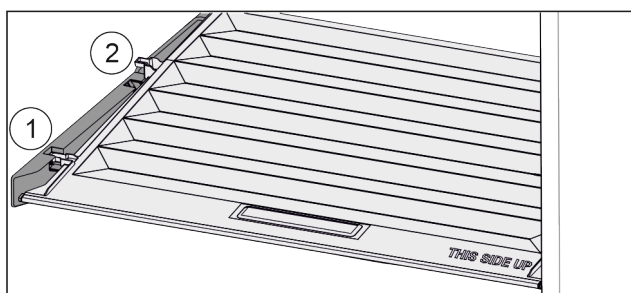

Fig. 97
- ▶ Veko potiahnite dopredu až k otvoru v prídavných dieloch Fig. 97 (1).
- ▶ Vzadu ho nadvihnite zospodu a zložte smerom nahor Fig. 97 (2).